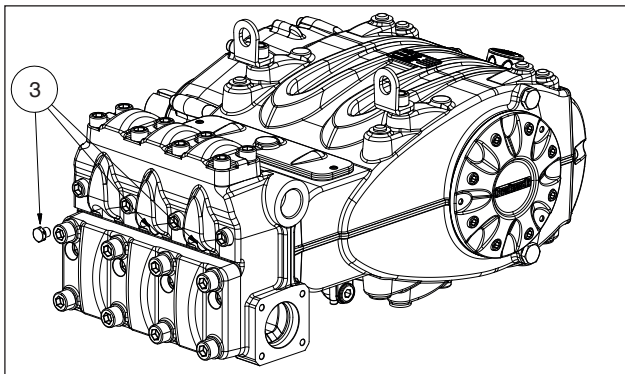

Fig. 11
Se ocorrerem problemas de iniciação devido a uma alimentação insuficiente é possível intervir, removendo as três tampas da parte da frente do cabeçote, conforme mostrado na pos. ③ Fig. 11.